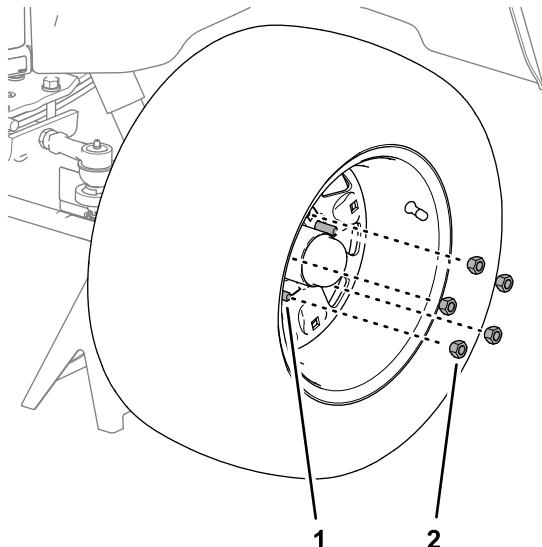

図 12
1. ホイールの穴をホイールハブのスタッドに合わせる(図 12)。
2. ホイールナット5個を使ってホイールをスタッドに取り付け、手締めする(図 12)。